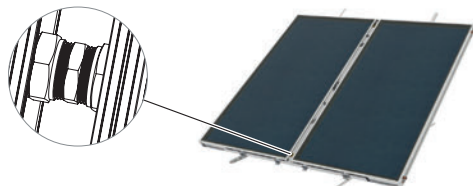

Figura 2.8
- 8 Collegare il secondo collettore e stringere le giunzioni\* (Figura 2.8).